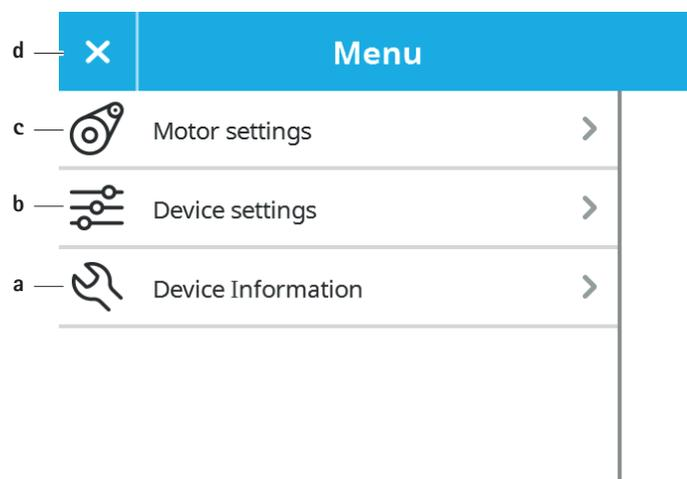

Fig. 8 Systemindstillingsmenu
- ▶ Hentning af systemindstillingsmenu: Aktivér tasten Systemindstillingsmenu **h**, se Eksempel på betjeningskoncept. Systemindstillingsmenuen åbnes, se Fig. 8.